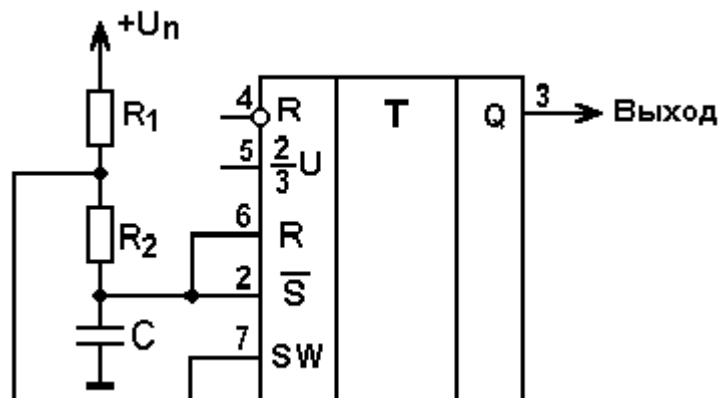

Рис.6.4
Схема генератора импульсов в режиме непрерывных колебаний (мультивибратора) изображена на рис.6.4.
2. Соберите схему генератора импульсов по рис.6.4.